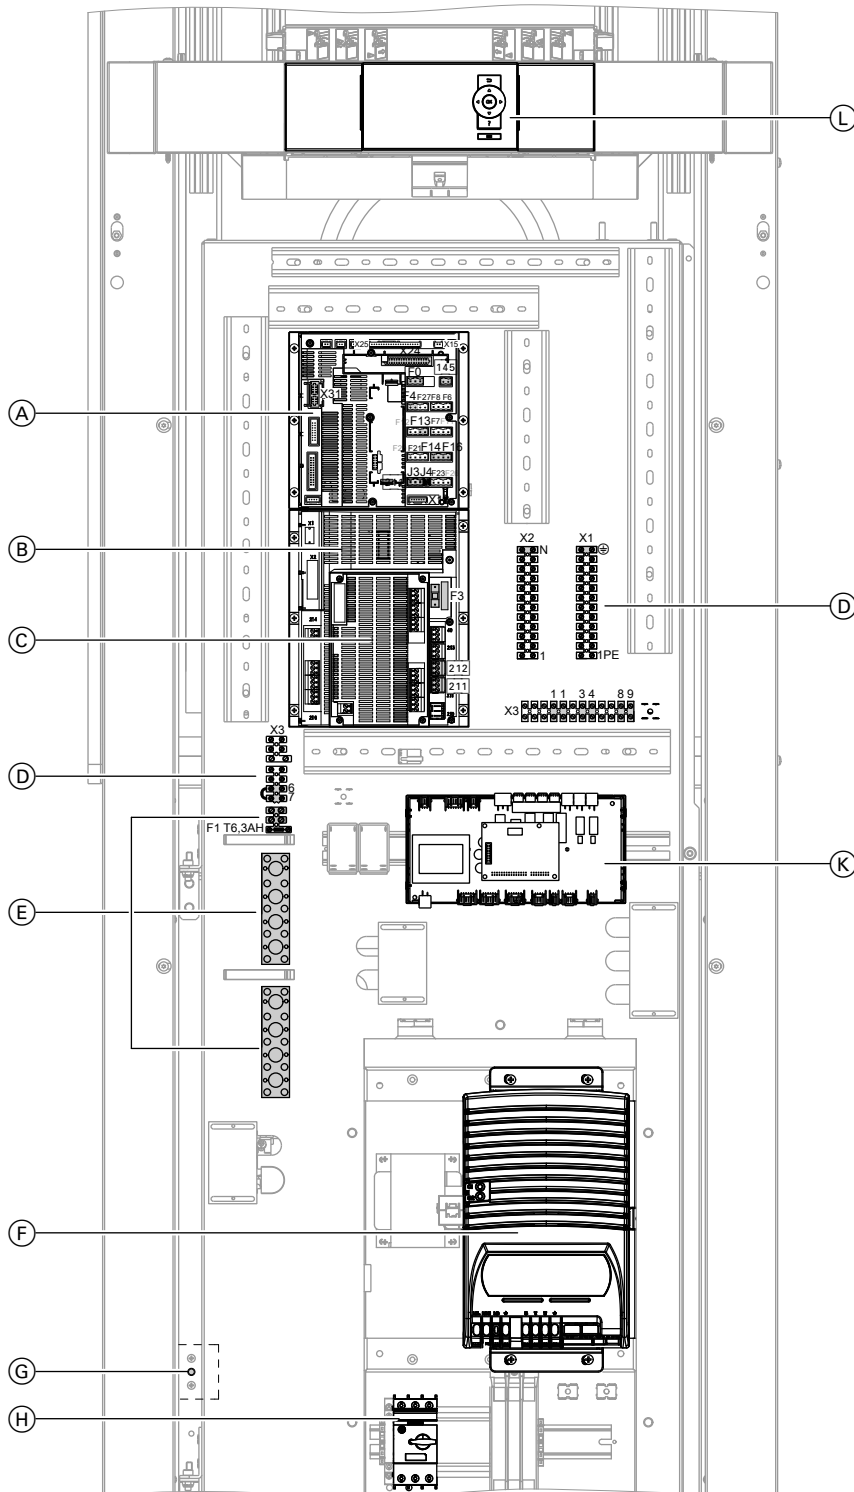

Abb. 49
Position der Entriegelungstaste an der Wärmepumpe: Siehe Abb. 49 auf Seite 67 (Pos. ⑥).